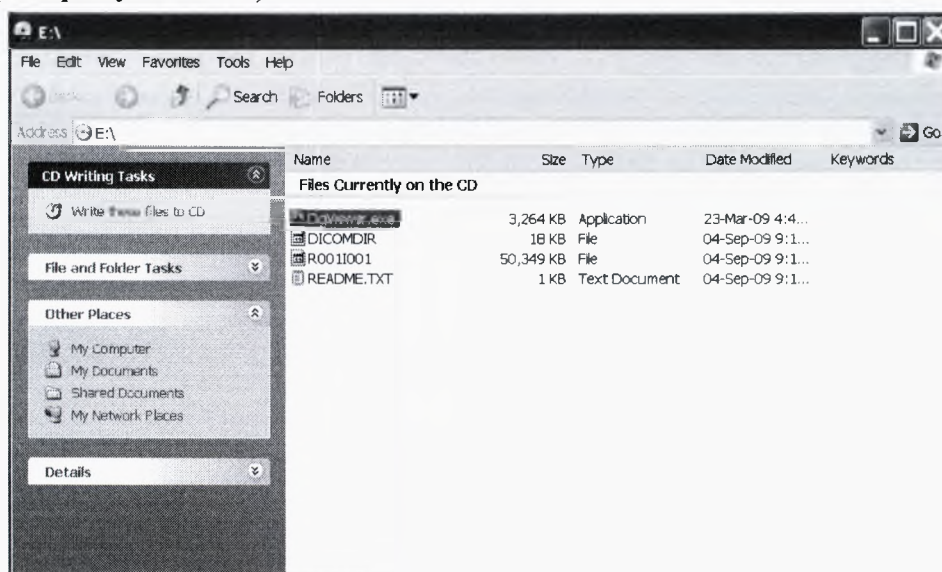

Рисунок 181
- выберите файл **DgViewer.exe** для открытия программы просмотра изображений (см. рисунок 181);